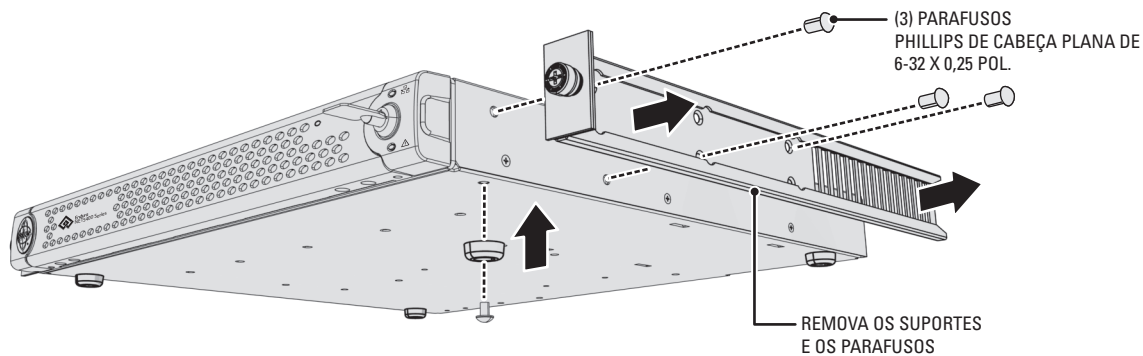

**Figura 5.** Instalação dos pés de borracha e remoção dos suportes
1. Verifique se os pés de borracha estão instalados, para impedir danos à superfície. Prenda cada pé de borracha ao painel inferior da unidade (consulte a figura 5) usando os quatro parafusos Phillips de cabeça plana de 8-32 x 0,25 pol. (fornecidos).